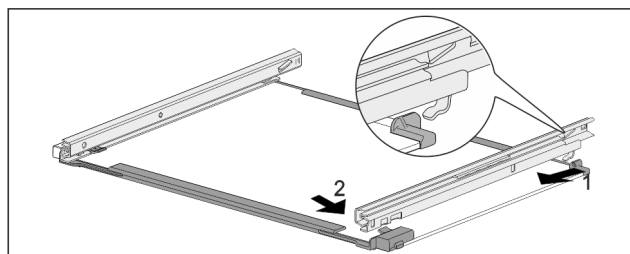

Fig. 247 Stikla plaukts ar sliedēm
- Ielāķējiet sliedi aizmugurē. Fig. 247 (1)
- Nofiksējiet sliedi priekšā. Fig. 247 (2)